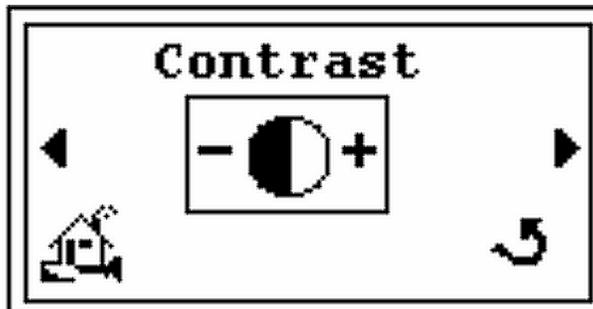

Abbildung 2-41 Kontrast-Initialbildschirm
4. Drücken von ► und der *Kontrast*-Bildschirm erscheint (Abbildung 2-41).